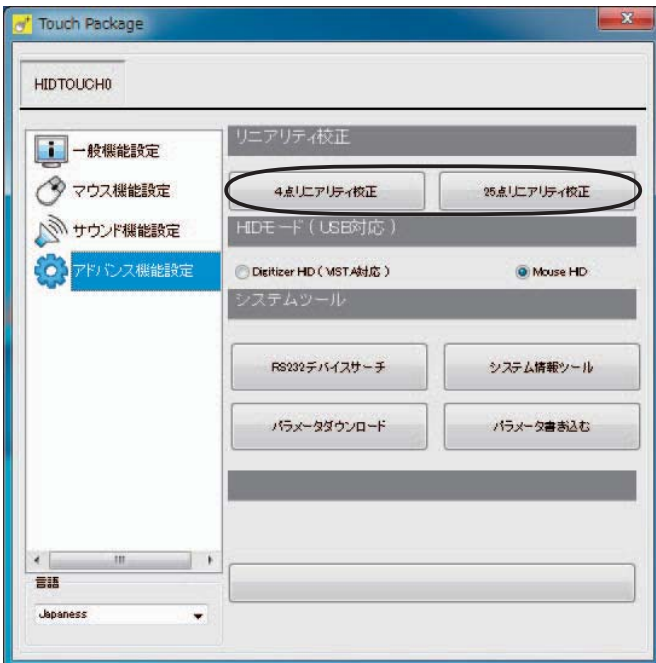

図 8
- 1.<アドバンス機能設定>をクリックし、下記の画面（図8）を表示します。